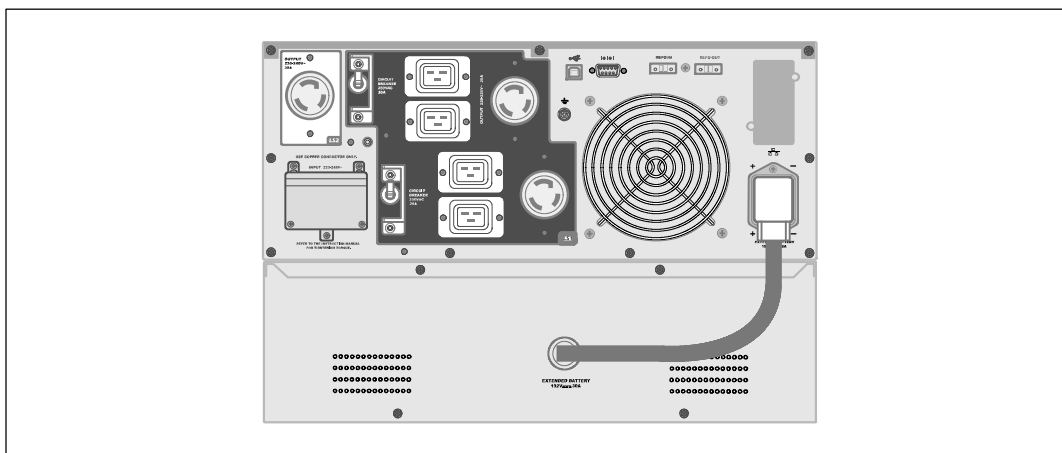

図 18. 外付けバッテリーモジュール取り付け方法
- 1 外付けバッテリーモジュールケーブルをUPSバッテリーコネクタへ差し込みます（図 18を参照）。